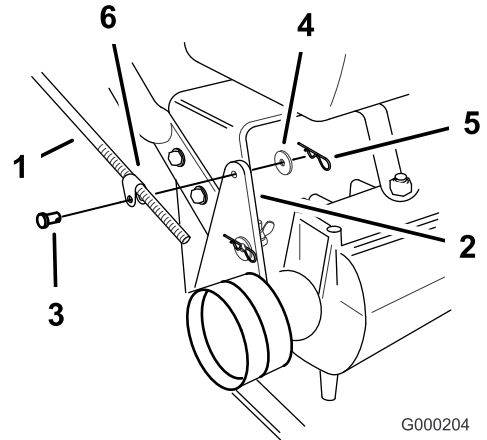

Figura 16
1. Retire el pasador de horquilla, la arandela y el pasador que sujetan el acoplamiento de la varilla de control al soporte de la polea tensora (Figura 16).